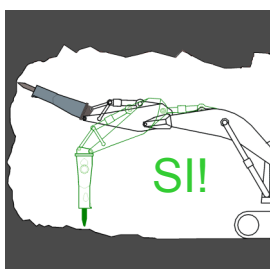

Fig.12
- Durante lavori orizzontali o sottotesta (ad es. in galleria) per ogni ora di lavoro, posizionare per almeno un minuto il martello demolitore in verticale (Fig. 12). Questo permette la fuoriuscita dalla boccia di frammenti di roccia che diminuiscono l'energia d'urto e surriscaldano eccessivamente le parti in battitura. In casi di particolare gravosità, immettere aria compressa entro l'apposito foro posto sul pezzo quadro. La pressione sarà sufficiente ad impedire l'ingresso di corpi estranei.